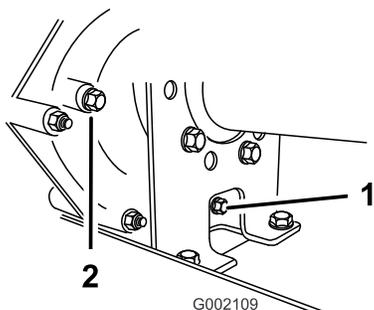
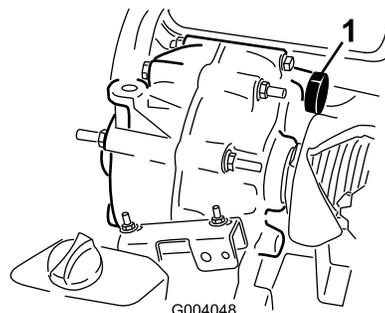

Figura 50
Figura 51
2. Limpe a área em torno dos tampões de enchimento e escoamento com um trapo (Figura 50).
4. Retire o tampão de enchimento rodando-o para a esquerda (Figura 50).
5. Retire o tampão de escoamento rodando-o para a esquerda (Figura 50).
6. Coloque e aperte o tampão de escoamento e a junta no orifício do tampão de escoamento da transmissão (Figura 50).
7. Encha o reservatório (Figura 51) através do orifício do tampão de enchimento com aproximadamente 1,4 litros do óleo especificado ou até o nível de óleo na transmissão estar alinhado com a parte inferior das estrias (Figura 50).
8. Coloque e aperte o tampão de enchimento e a junta no orifício do tampão de enchimento da transmissão (Figura 50).
10. Verifique o nível de fluido e adicione mais fluido, se o nível estiver abaixo das estrias do orifício do tampão de enchimento (Figura 50).